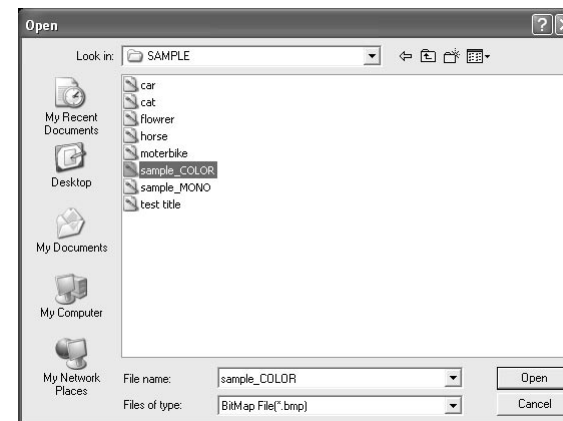

Fig.10 Boîte de dialogue de sélection de fichier
- 3** Quand on clique sur le bouton "Open File", la boîte de dialogue de sélection de fichier indiquée à la Fig.10 apparaît. Sélectionner le fichier d'image (BMP, JPG ou JPEG) à transférer, puis cliquer sur "OK".